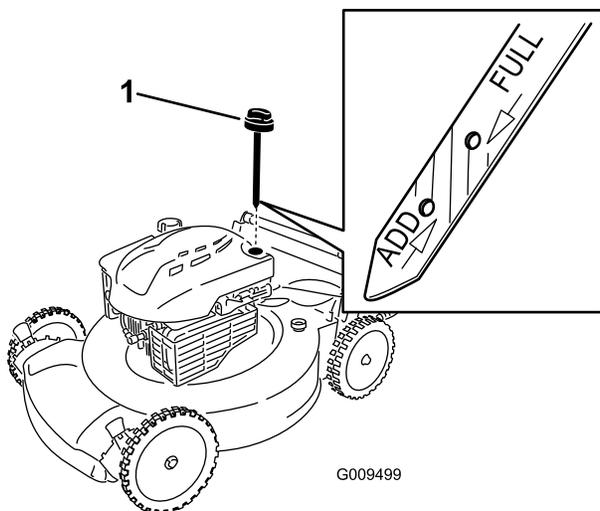

Figura 4
2. Retire la varilla (Figura 4) y vierta aproximadamente tres cuartas partes de la capacidad total del cárter por el tubo de llenado de aceite.
5. Retire la varilla y compruebe el nivel de aceite en la varilla; consulte Figura 4.